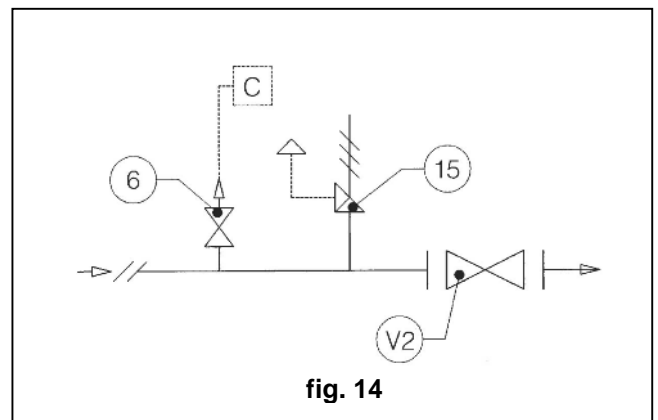

fig. 14
4.1.1 DIRECT INSTALLATION IN THE LINE (fig. 14).